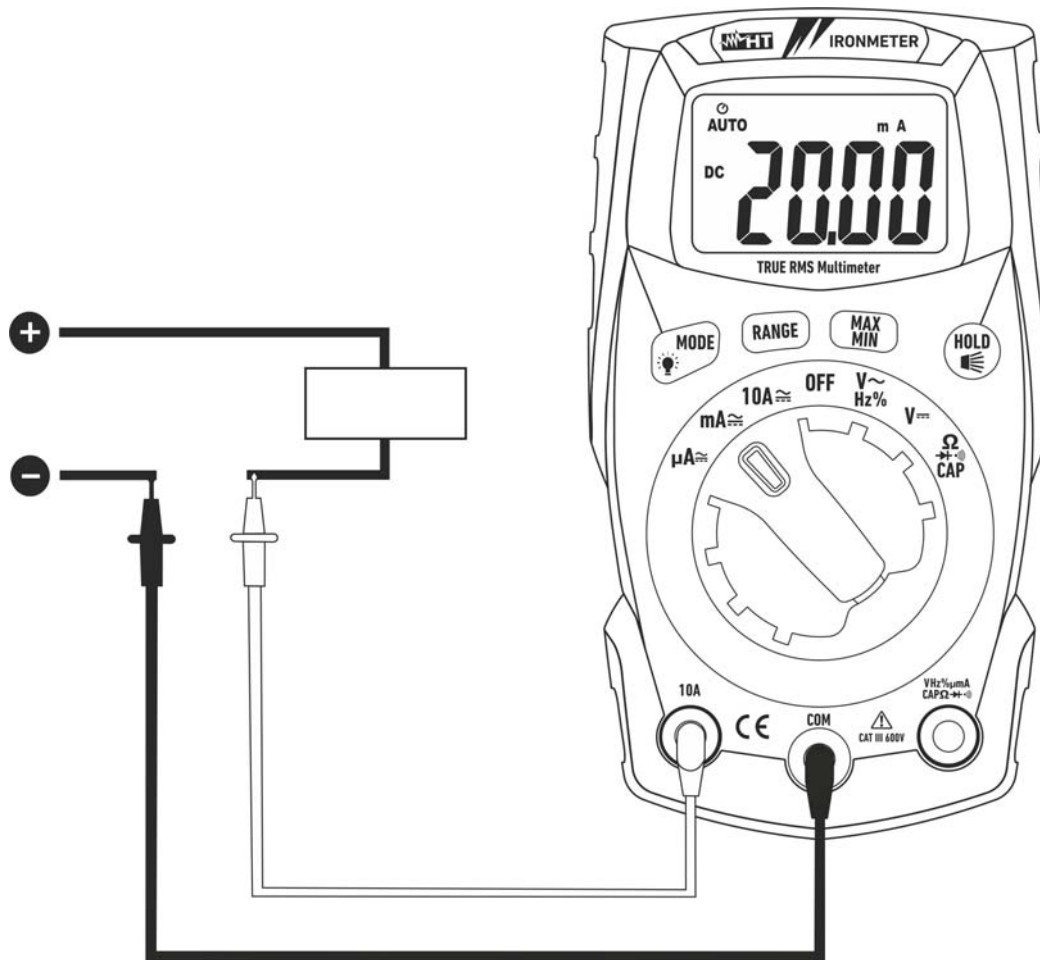

Abb. 8: Verwendung des Gerätes für Gleichstrommessung
8. Das Symbol " $\leftarrow$ " auf dem Display des Gerätes gibt an, dass der Strom die umgekehrte Richtung mit Bezug auf den Anschluss in Abb. 8 hat.